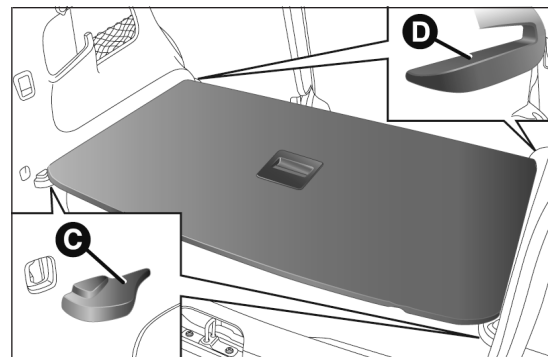

fig. 95
- positionner correctement le plan B sur les logements C et D fig. 95 correspondants situés sur les flancs latéraux.